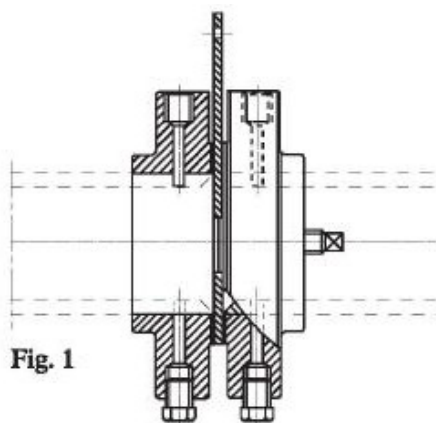
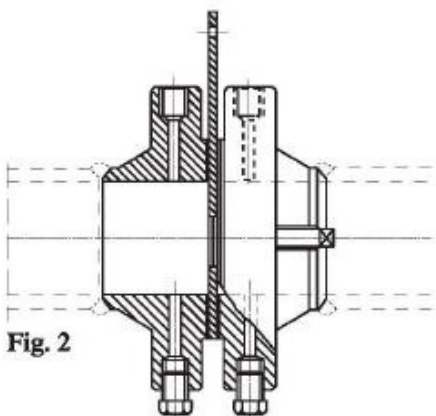
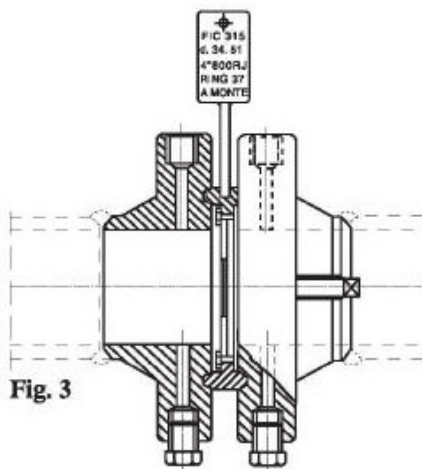

Fig. 1
Fig. 2
Fig. 3
Tipi: a saldare in sovrapposizione (SO) - fig. 1 col collo a saldare (WN), - fig. 2 ring joint con collo a saldare (WN RJ), - fig. 3 a camere anulari ecc.
slip-on flanges (SO), - fig. 1 welding neck flanges (WN), - fig.2 ring joint welding neck flanges (WN RJ), - fig. 3 piezometer ring etc.